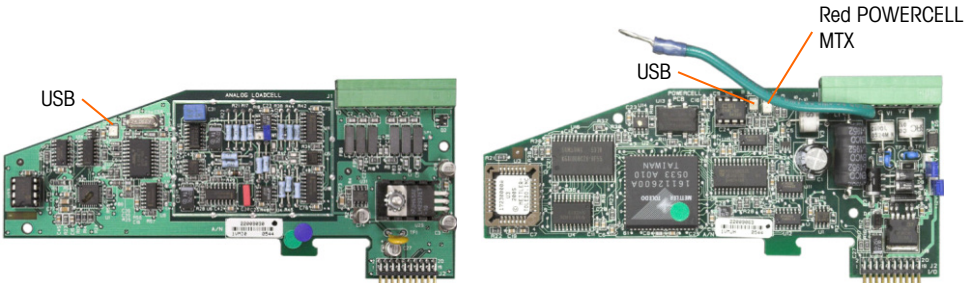

Figura 3-5: LED de celda de carga analógica (izquierda) y POWERCELL MTX (derecha)
5. Con el enfoque en el cuadro de Instalar desde, presione ENTER, y use la flecha hacia ABAJO para resaltar Memoria USB, como se muestra en la Figura 3-5, y después presione ENTER para hacer la selección.